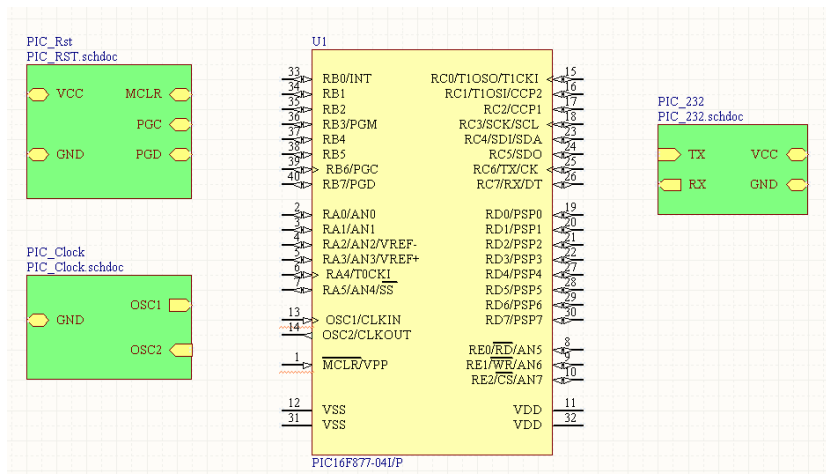

图 4.9 布置完端口后的原理图
(21) 采用步骤(14)~(29)介绍的方法，再在“PIC_Clock”子图符号中添加一个端口，在“PIC_Rst”子图符号中添加五个端口，在“PIC_232”子图符号中添加四个端口，原理图中的端口名称和类型如表 4-1 所示。布置完端口后的原理图如图 4.9 所示。